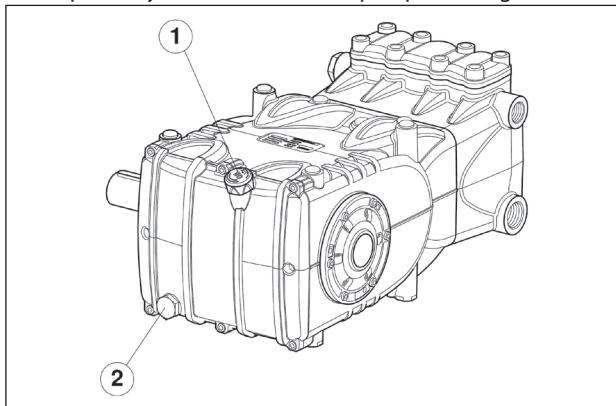

Fig. 1
Las operaciones de reparación de la parte mecánica deben ser realizadas después de haber retirado todo el aceite del cárter. Para eliminar el aceite es necesario retirar la varilla de nivel de aceite pos. ①, y a continuación el tapón pos. ②, Fig. 1.